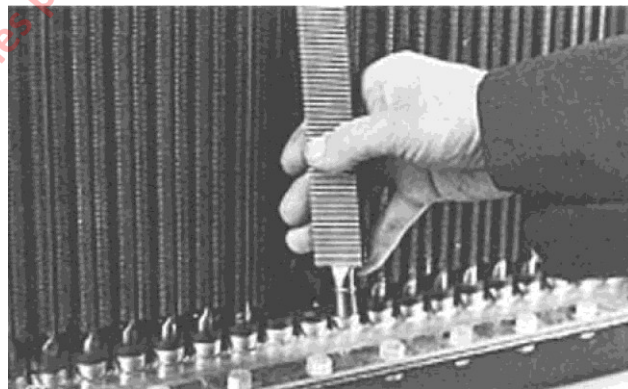

FIGURA 3-8. ANGULACION DEL TUBO DURANTE EL DESMONTAJE
3. Tire el tubo desde el sello superior mientras al mismo tiempo girar el tubo. Ángulo del tubo sólo lo suficiente para sacar el radiador. Refiérase a la figura 3-8. Retirar el tubo en un ángulo excesivo puede causar daños en el tubo.